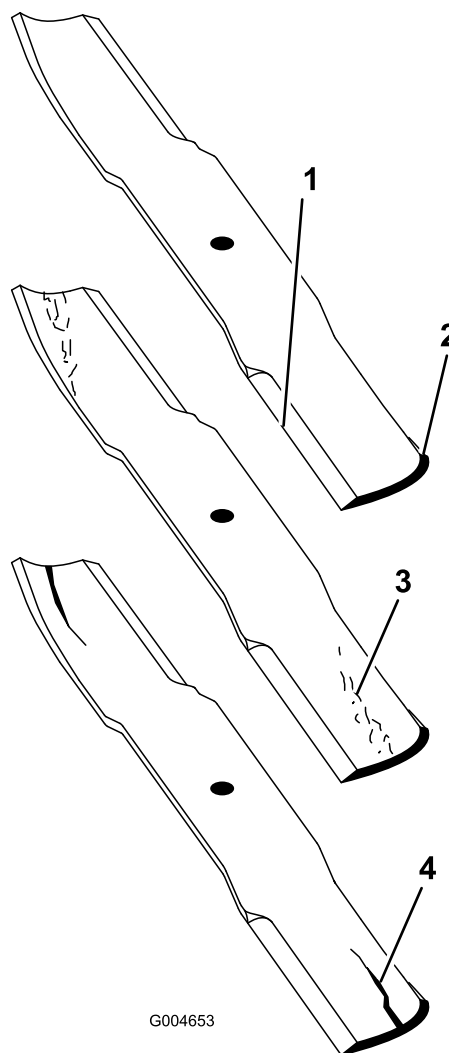

Figura 127
2. Examine cuidadosamente as extremidades da lâmina, prestando especial atenção à zona onde se encontram as partes curvas e planas da lâmina (Figura 127).
Nota: A areia e os materiais abrasivos podem desgastar o metal entre as partes plana e curva da lâmina; por isso, verifique a lâmina antes de utilizar a máquina. Se der conta de desgaste (Figura 127), substitua a lâmina.